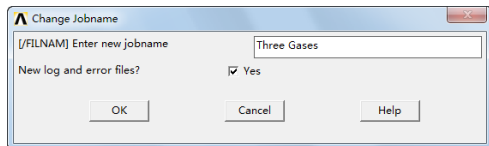

图 10-54 “Change Jobname”对话框
①定义工作文件名: 依次选择 Utility Menu→File→Change Jobname, 会出现“Change Jobname”对话框, 在对话框中输入工作文件名“Three Gases”, 并将“NEW log and error files?”设置为“Yes”, 如图 10-54 所示, 单击“OK”按钮关闭对话框。